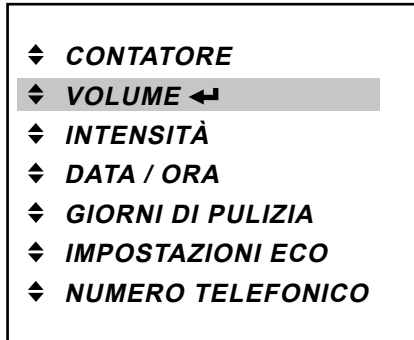

Fig. 39
1. Premere il tasto INVIO ←, per richiamare il menu «VOLUME» (fig. 39)